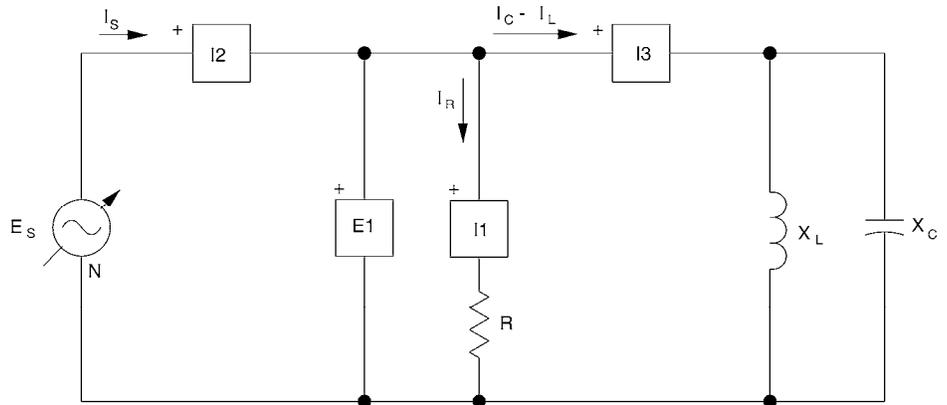

Figura 5-16. Medición de la corriente de la fuente de un circuito resonante paralelo.
19. Apague la Fuente de alimentación. Conecte las entradas E1, L1, L2 y I3 como se muestra en la figura 5-16, para medir I_R , I_S , e $I_C - I_L$. Encienda la Fuente de alimentación y visualice otra vez los fasores de corriente.